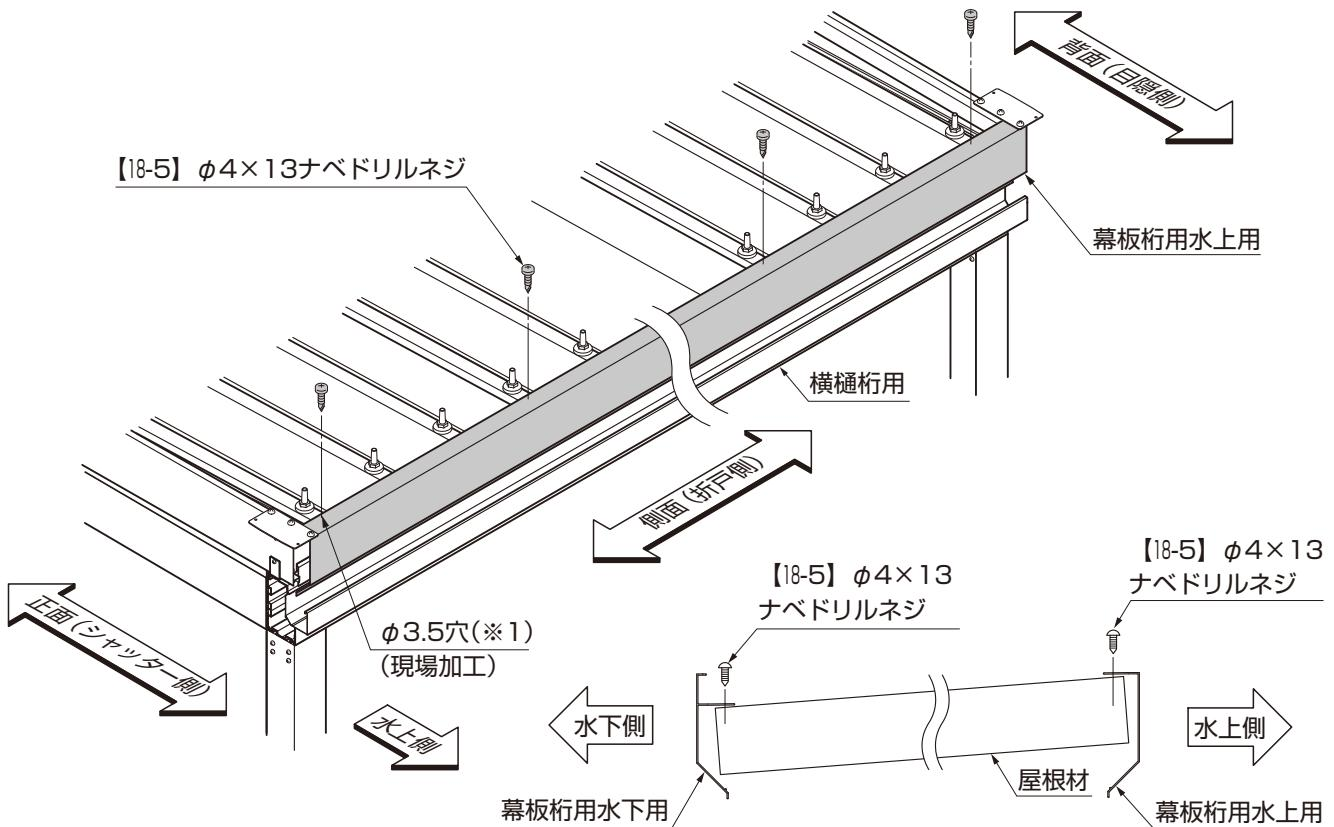

図17-4 幕板桁用の取付け
- 幕板桁用水上用・幕板水下用の取付け位置を確認してください。(図17-4参照)
- 幕板桁用水上用と幕板桁用水上用で取付高さが異なります。(図17-4参照)
- ⑤ 折板の山に合わせて、幕板桁用と折板屋根材にφ3.5(※1)の穴加工をして貫通させてください。
- ⑥ 幕板と折板を【18-5】で取付けてください。